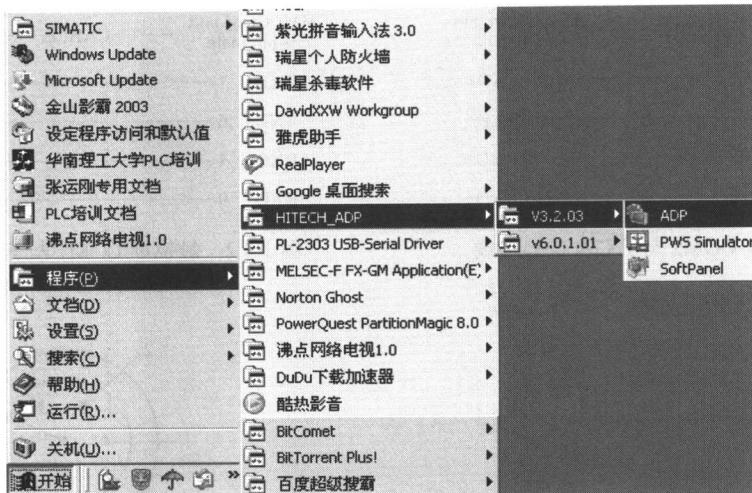

图 1.2.15 打开编程软件路径
⑮ 从“开始”→“程序”→“HITECH\_ADP”→“V3.2.03”→“ADP”的路径打开编程画面，如图 1.2.15 所示。